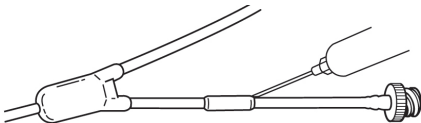

Fig. 16
7. Injecteer kleefpasta in beide uiteinden van de manchet (fig. 16). Veeg het teveel aan kleefpasta af.